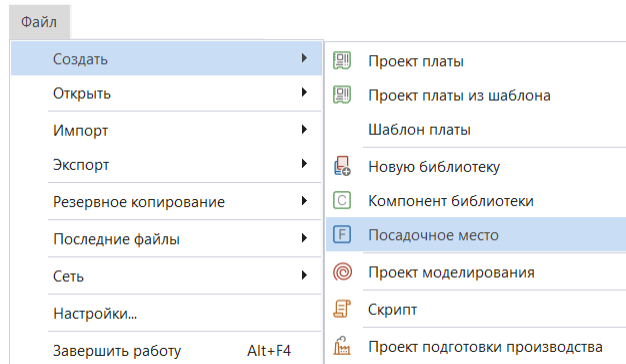

Рис. 72 Создание посадочного места через главное меню
- 1.1. Активировать инструмент «Посадочное место» в главном меню «Файл» → «Создать» → «Посадочное место», см. Рис. 72.